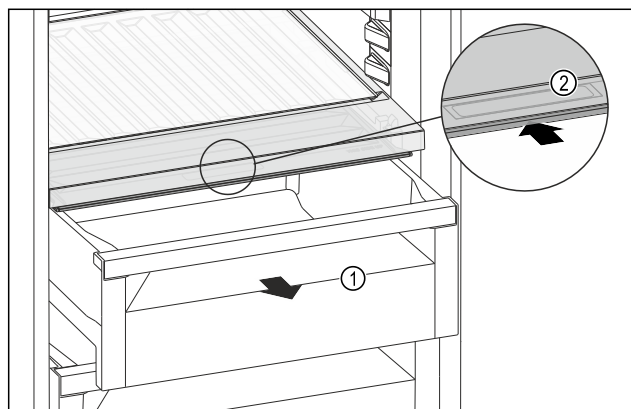

Fig. 157
- ▶ 拉出抽屉 Fig. 157 (1)。
- ▶ 抓住抽屉盖上的内嵌式拉手 Fig. 157 (2)，并同时向后推入抽屉盖。